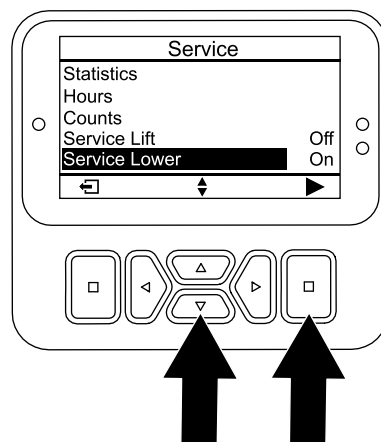

图 167
6. 按向下按钮直至 SERVICE LOWER降低维修选项被选定然后按选择按钮 图 167。